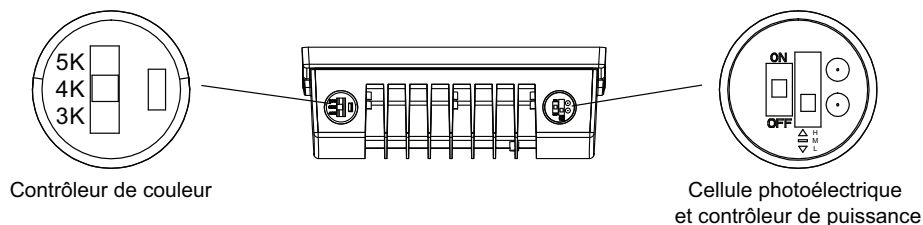

Fig. 13
- 2.) Réglez la valeur TCP de la température de couleur désirée, la puissance du contrôleur (seulement pour les modèles WCS), et mettez le contrôleur de la photocellule en position activée ou désactivée (**Fig. 13**).